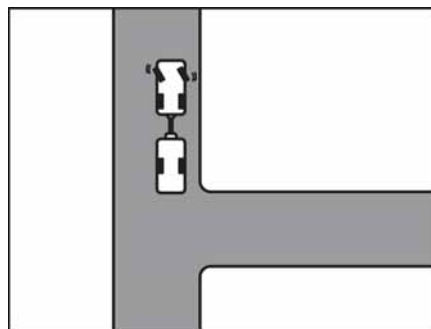

Fig. 11 Girar el volante hacia la izquierda
- Girar el volante hacia la izquierda con la caravana detenida (Fig. 11).